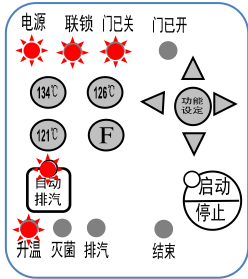

图 14
3. 按下启动键，安全联锁锁止，“联锁灯”、“升温灯”亮起，杀菌锅进入升温运行状态。图 14